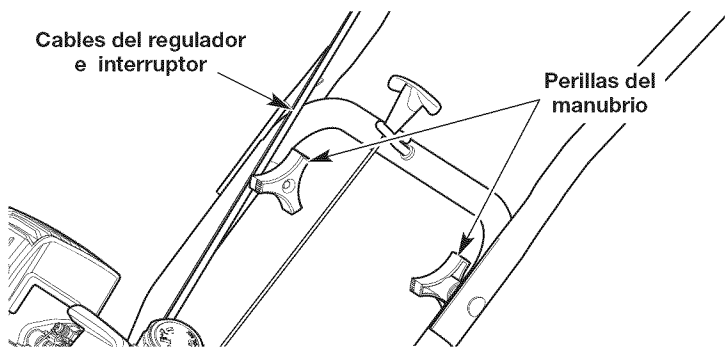

Fig. 3
1. Afloje las dos perillas del lado interior del manubrio (Fig. 3).
NOTA: Tenga cuidado de no pellizcar el cable del regulador o los cables del interruptor cuando coloque el manubrio (Fig. 3).
3. Ajuste las perillas para asegurar el manubrio en su lugar (Fig. 3).